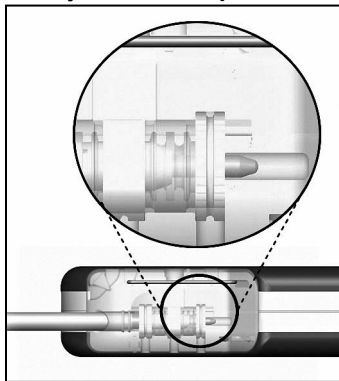

Figura 15: Posição do pino do eletrodo
2. Verifique se o pino do eletrodo ultrapassou o anel do conector mais interno no bloco de conectores (Figura 15). Quando visto do topo do bloco de conectores, o pino distal deverá ter ultrapassado o anel do conector, pelo menos meio caminho, até o fim da cavidade do eletrodo.